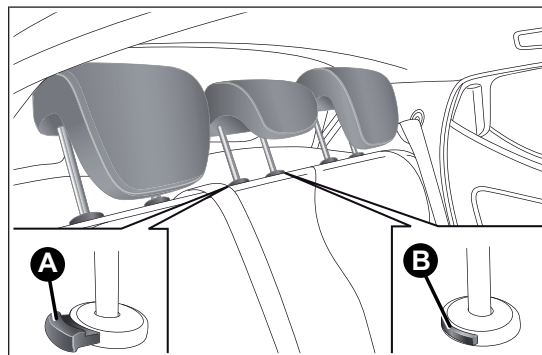

fig. 23
Réglage vers le bas : appuyer sur la touche A fig. 23 et baisser l'appuie-tête.
- appuyer sur les touches A et B fig. 23 à côté des deux supports, puis déposer les appuie-tête en les faisant coulisser vers le haut.